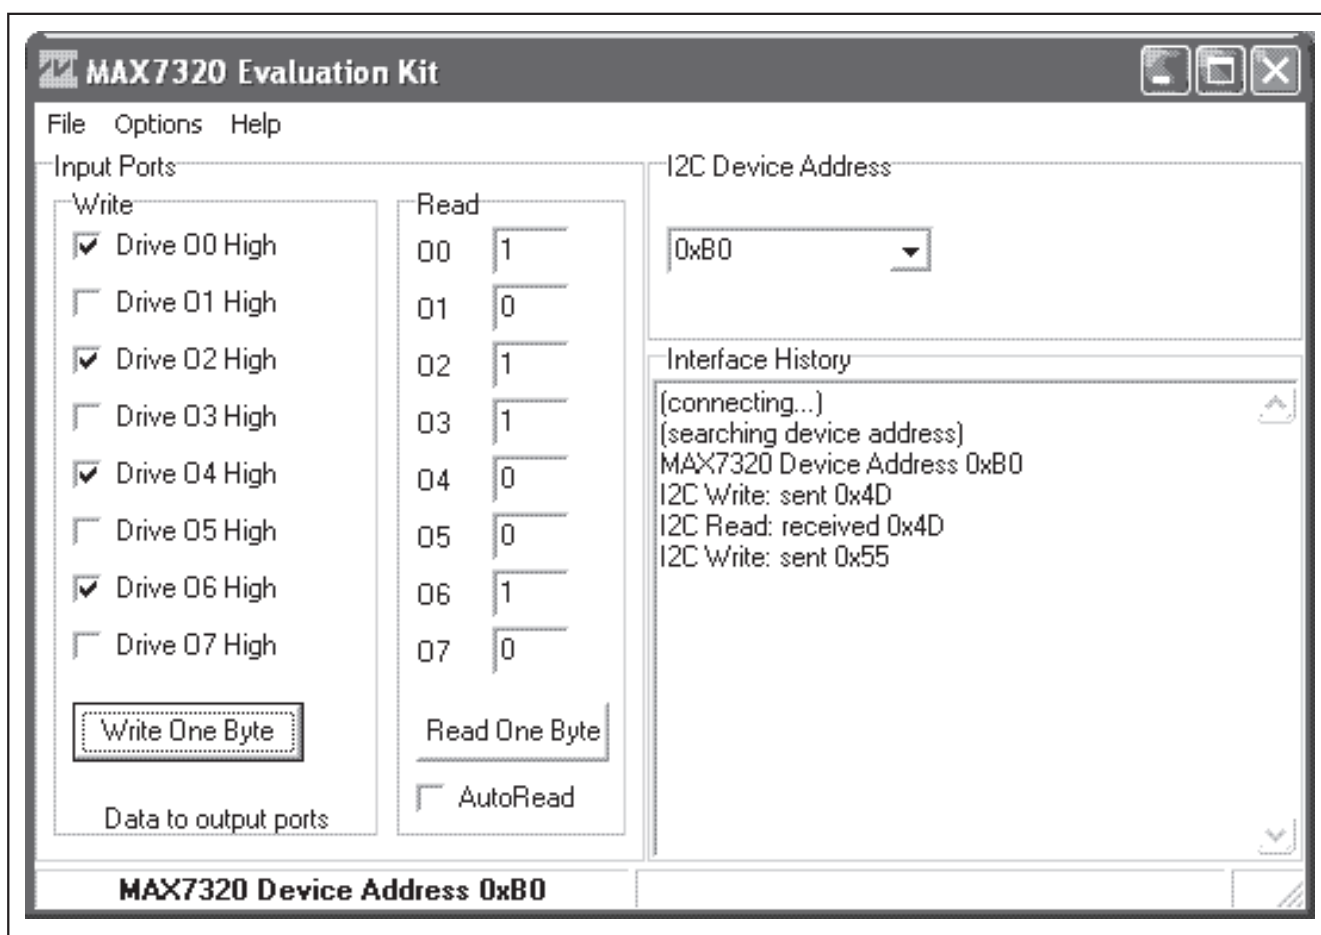

图1. MAX7320评估软件的主窗口
- 6) 从 **Start | Programs** 菜单中打开图标, 启动MAX7320评估软件。计算机中将显示出评估软件的主窗口, 如图1所示。
评估软件的主窗口如图1所示。